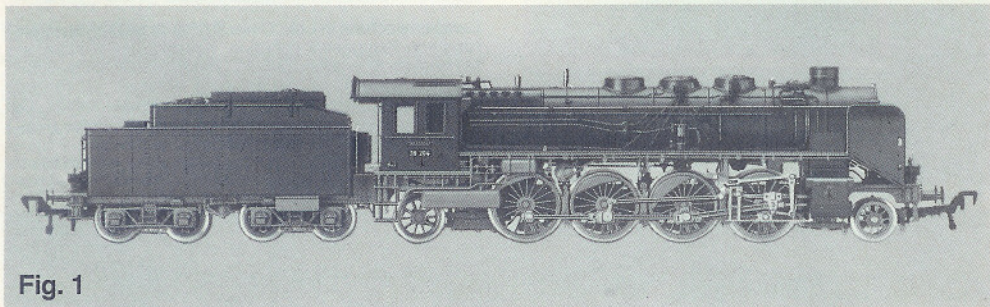

Fig. 1
Vorbild: Personenzuglokomotive BR 39⁰⁻² (pr. P 10). Von 1922—1927 wurden an die Deutsche Reichsbahn Gesellschaft (DRG) 260 Lokomotiven der Baureihe pr. P 10 geliefert. Bei der DRG als BR 39⁰⁻² bezeichnet, wurden sie von den Firmen Borsig, Henschel und anderen deutschen Lokomotiv-Fabriken gebaut. Als Bauart 1'D1'h3, Gattung P 46.19 hatte die Lok eine Reibungslast von 75 Mp. Bei einer Leistung von 1620 PSi konnte die Lok eine Höchstgeschwindigkeit von vorwärts 110 km/h und rückwärts 50 km/h fahren. Ursprünglich im schweren Schnellzug-Dienst tätig, wurde sie später für den Eil- und Personenverkehr eingesetzt. Bei der Deutschen Bundesbahn (DB) war diese Baureihe bis 1967 im Einsatz. Eine Lok ist im Werks-Museum der Fa. Hofmann-Linke-Busch erhalten, eine zweite steht nach Restaurierung im Verkehrsmuseum Nürnberg (Fig. 1).
Prototype: Locomotive for Passenger Traffic Class 39⁰⁻² (pr. P 10). Between 1922 and 1927, 260 locomotives of the Class pr. P 10 were delivered to the Deutsche Reichsbahn Company (DRG). Designated as Class 39⁰⁻² by the DRG, they were constructed by the firms of Borsig and Henschel as well as other German locomotive manufacturers. As a 2-8-2 wheel configuration loco, they developed 1620 PSI, and could run at a top forward speed of 110 km/h, and 50 km/h in reverse. Originally used to haul heavy express trains, they were later to be seen in service for fast passenger traffic. Locos of this class were still in operation with the Deutsche Bundesbahn (DB) until 1967. One loco is still in the works museum of the firm Hofmann-Linke-Busch, and a second can be seen after its restoration in the Nürnberg Transport Museum (fig. 1).
Modèle: Locomotive pour trains de voyageurs BR 39⁰⁻² (pr. P 10). Entre 1922 et 1927, 260 locomotives de la série prussienne P 10 furent livrées à la Deutsche Reichsbahn Gesellschaft (DRG). Désignée BR 39⁰⁻² à la DRG, elle fut construite par les Firmes Borsig, Henschel au même temps que d'autres constructeurs allemands de locomotives. Du type 1'D1'h3, série P 46.19, la locomotive présentait une charge d'adhérence de 75 Mp. D'une puissance de 1620 CV, la locomotive atteignait 110 km/h en marche avant pour 50 km/h en marche arrière. A l'origine destinée au service de train rapides lourds, elle fut affectée par après à la traction de trains directs voyageurs. Elle fut maintenue en service à la Deutschen Bundesbahn (DB) jusqu'en 1967. Une locomotive se trouve dans le Musée des Usines Hofmann-Linke-Busch, tandis, qu'une deuxième est exposée, après restauration, au Musée des Communications de Nürnberg (fig. 1).
Voorbeeld: Reizigerstrein-locomotief Baureihe 39⁰⁻² (pr. P 10). Tussen 1922 en 1927 werden aan de Deutsche Reichsbahn Gesellschaft (DRG) 260 locomotieven van het type Pruisische P 10 geleverd. Bij de DRG kregen de nummers in de Baureihe 39⁰⁻². De fabrikanten waren Borsig, Henschel en nog enkele andere locomotiefbouwers. De locs kregen de betiteling 1'D1'h3, type P 46.19 en ze hadden een adhesiegewicht van 75 ton. Met een vermogen van 1620 pk kon de loc een snelheid volhouden van 110 km/h vooruit rijdend, achteruit was de snelheid beperkt tot 50 km/h. De serie reed in het begin alleen zware goederentreinen, maar kwam later ook voor reizigerstreinen te staan. Bij de Deutsche Bundesbahn (DB) deed de serie dienst tot 1967. Een loc staat nu in het bedrijfsmuseum van de Firma Linke-Hofmann-Busch, en een ander exemplaar is na revisie opgesteld in het Verkeersmuseum van Neurenberg (fig. 1).
Förebild: Persontåglokomotiv litt. 39⁰⁻² (pr. P 10). Från 1922-1927 levererades till Deutsche Reichsbahn Gesellschaft (DRG) 260 lokomotiv av typ pr. P 10. De betecknades som litt. 39⁰⁻² hos DRG, byggdes av firmorna Borsig, Henschel och andra tyska lokomotivfabriker. Som byggtyp 1'D1'h3, utförande P 46.19 hade loket en tågförskräft av 75 Mp. Vid en effekt av 1620 hk kunde det köra med en max. hastighet av 110 km/h framåt och 50 km/h bakåt. Ursprungligen gick det i tung snälltågstjänst, sattes senare in i ill- och persontågstrafik. Hos Deutsche Bundesbahn (DB) var denna typ i trafik fram till 1967. Ett lok har behållits på firman Hofmann-Linke-Busch, ett andra står efter restaurering på trafikmuseet i Nuernberg (fig. 1).
Modello: Locomotiva con tender BR 39⁰⁻² (pr. P 10). Tra il 1922 e il 1927 furono consegnate alle DRG 260 locomotive della serie pr. P 10. Contrassegnate con il numero di serie BR 39⁰⁻² queste locomotive furono costruite dalle ditte Borsig, Henschel e altre fabbriche tedesche di locomotive. Con la serie di costruzione 1'D1'h3, categoria P 46.19, questa locomotiva aveva una forza di trazione di 75 Mp. Con una potenza massima di 1620 PSI, poteva raggiungere una velocità massima di 110 km/h avanti e 50 km/h indietro. Originariamente questa locomotiva veniva adibita per l'esercizio di treni merci pesanti, in seguito fu impiegata anche per il trasporto passeggeri. Presso la DB questa serie fu in servizio fino al 1967. Una locomotiva di questa serie si trova nel Museo del la ditta Hofmann-Linke-Busch, una seconda locomotiva è in fase di ristrutturazione presso il Museo di Norimberga (fig. 1).